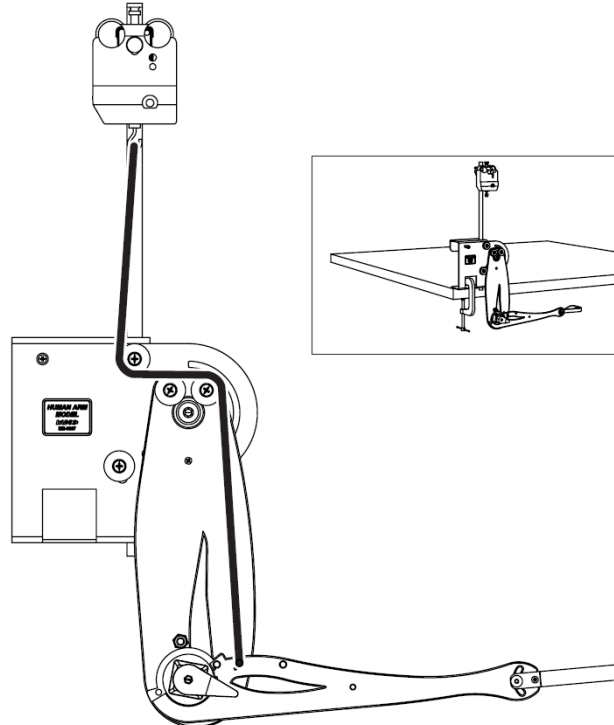

Figura 4
1. Con el montaje de la figura 4, calcule la masa del centro de masa.